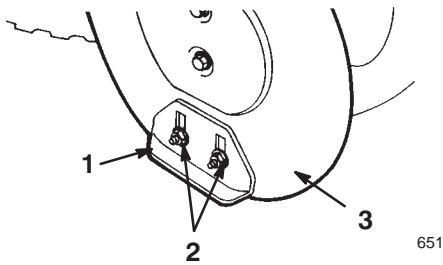

Figure 20
5. Desserrez les 4 écrous à bride qui fixent les deux patins sur les côtés du carter de tarière (Fig. 20) jusqu'à ce que les patins puissent coulisser aisément vers le haut et vers le bas.
10. Serrez les 4 écrous à embase qui fixent les deux patins sur les côtés du carter de tarière (Fig. 20).